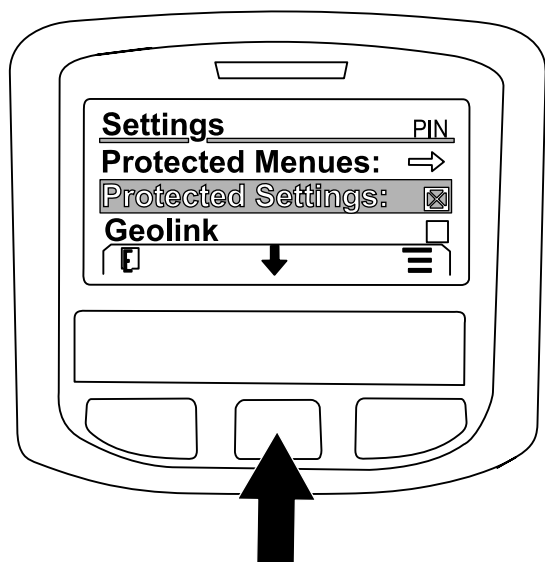

Figure 229
- Appuyez sur le bouton central pour naviguer jusqu'à l'option GEOLINK, puis appuyez sur le bouton droit pour la sélectionner (Figure 229).